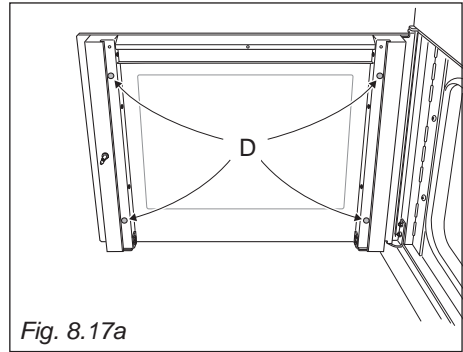

Fig. 8.17a
- Vérifiez que les quatre patins en caoutchouc "D" sont en place (fig. 8.17a).